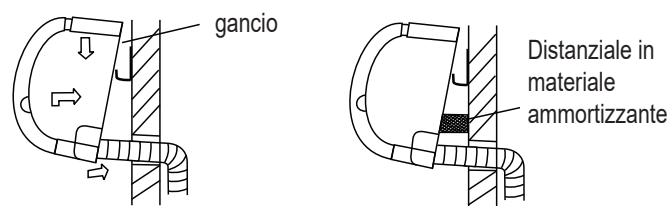

fig. 11
- Sollevarlo dalla parte inferiore e posizionare un distanziale in modo da poter lavorare agevolmente come riportato in "fig. 11"